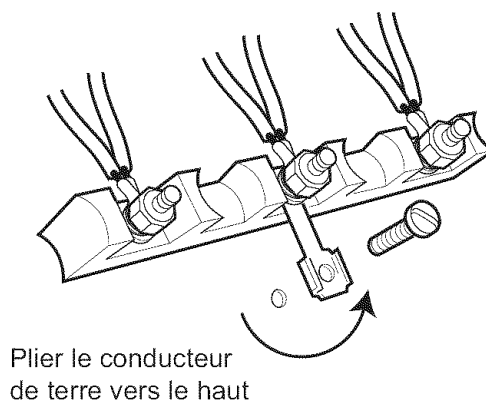

Figure 13 : Conducteur de terre
2. Enlever la vis du connecteur de terre et plier le connecteur comme à la Figure 13.